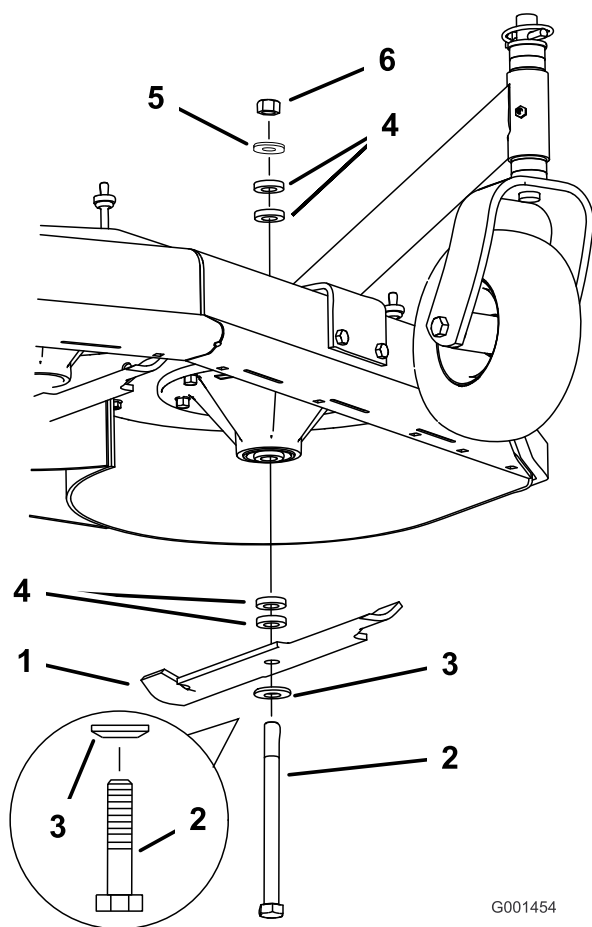

Figure 12
3. Retirez le boulon de lame et l'écrou (Figure 12).
4. Enfilez le boulon dans l'axe et changez les entretoises selon les besoins (Figure 12).
5. Posez le boulon et la rondelle bombée, ajoutez une ou des entretoise(s) et fixez-les avec une rondelle mince et un écrou (Figure 12).